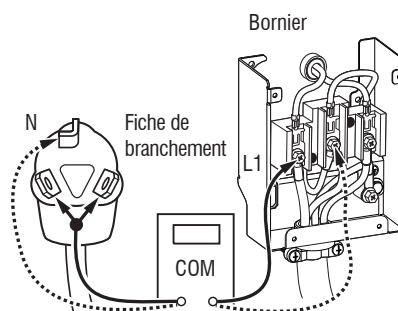

Figure 4a – Branchement des connexions pour une sècheuse électrique
3. Avec un ohmmètre, vérifier la continuité entre la broche neutre (N) de la fiche de branchement et le contact central sur le boîtier de raccordement. Voir figure 4a.
4. D'une manière similaire, vérifier quelle broche de la fiche de branchement est branchée sur le contact de l'extrême gauche du boîtier de raccordement et le noter. C'est L1 (conducteur noir) dans le schéma de câblage. Suivre la même procédure pour L2 (conducteur rouge). Voir figure 4a.